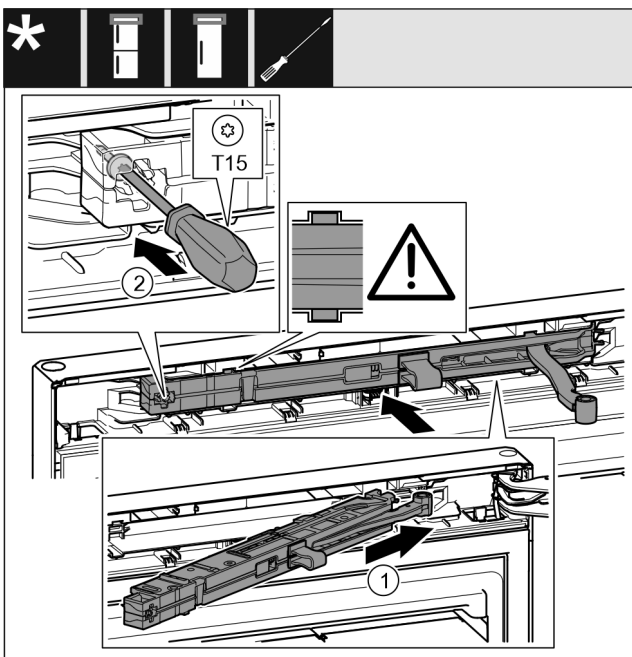

Fig. 20
- ▶ Вкарайте блока на затварящия демпфер от страната на лагерната стойка докрай под ъгъл в отвора. Fig. 20 (1)
- ▶ Затегнете винта с отвертка T15. Fig. 20 (2)